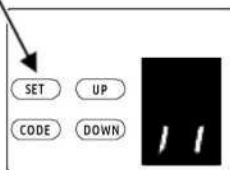

Fig.48
8.1.-Ajuste de la Funcion de Reconocimiento de Botones del Transmisor. (Fig.48)